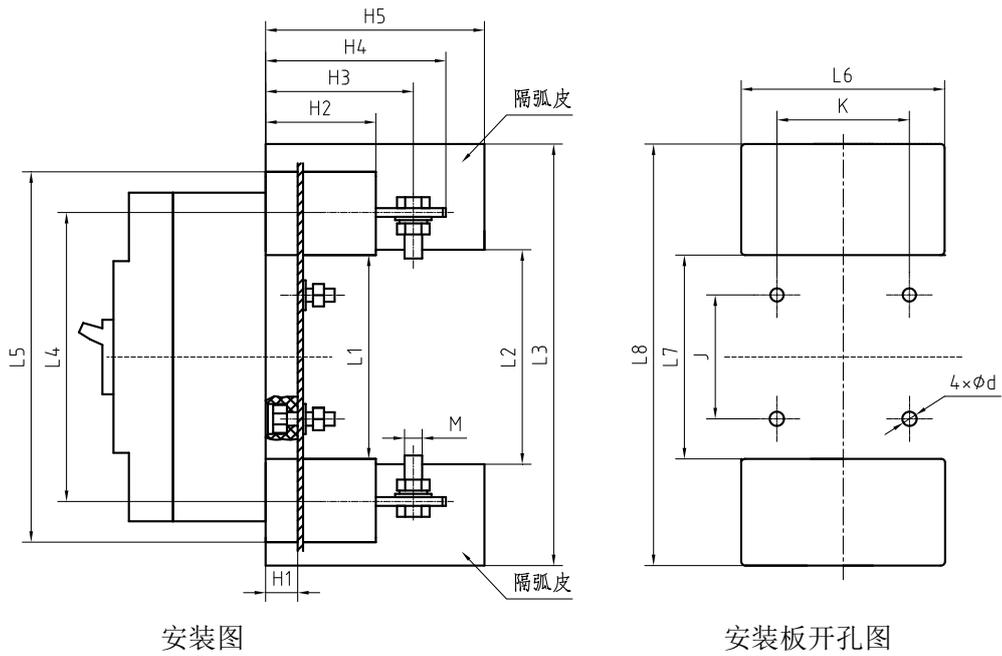

图 7 3P 插入式外形及安装尺寸
6.2 HYM3E 系列断路器插入式外形及安装尺寸见图 7 及表 13。